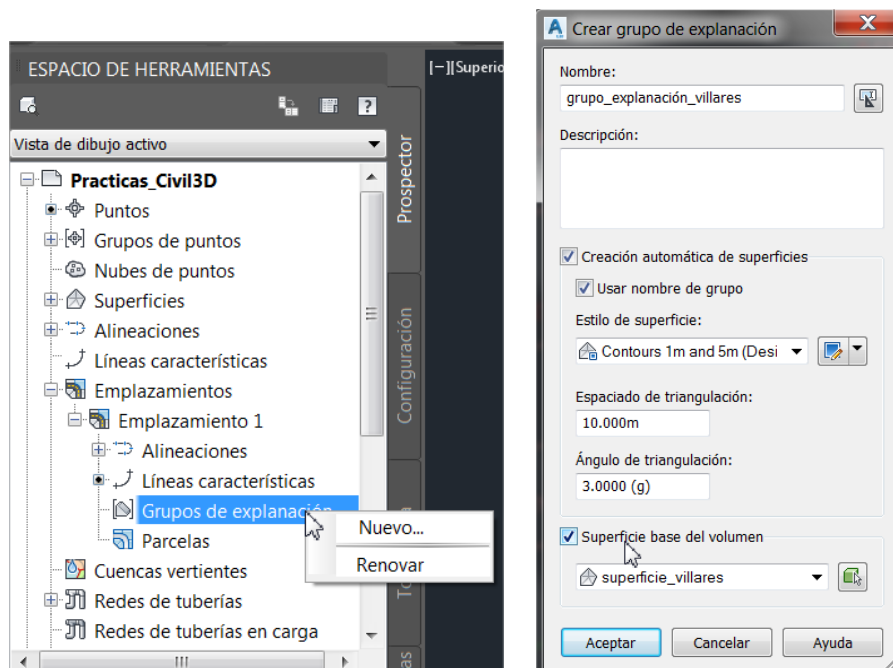

Figura 26. Creación de un nuevo *grupo de explanación* para calcular el movimiento de tierras.
- Al igual que en otros procesos de Civil 3D, antes de calcular la explanación propiamente dicha hay que crear el *grupo de explanación* en el Espacio de herramientas (Figura 26), en el “*Emplazamiento1*” recién creado (también se accede desde la pestaña de inicio Crear diseño/Explanación/Crear grupo de explanación). Darle el nombre “*grupo_explanación_villares*” y activar las casillas de Creación automática de superficies y la de Superficie base del volumen, indicando la superficie creada al principio (“*superficie_villares*”). Pulsar aceptar, y en la ventana emergente del grupo dando información, aceptar.